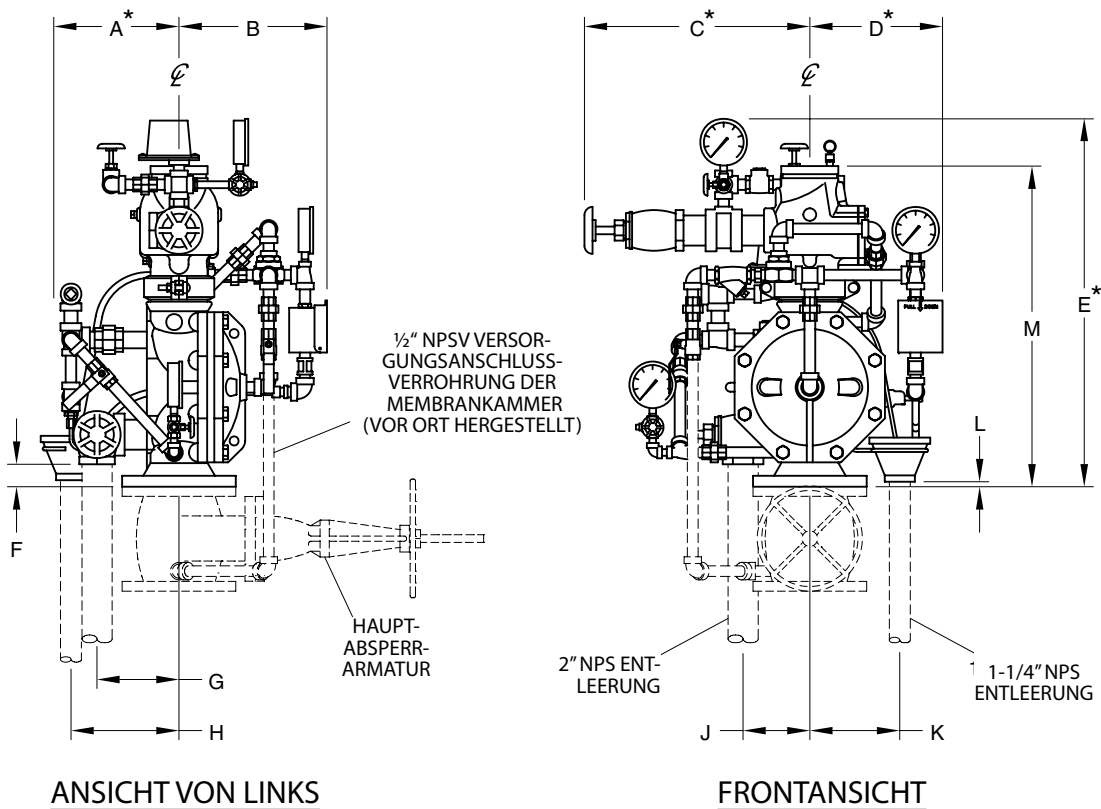

ABBILDUNG 3
Bei der überwachten, einfach verriegelten, vorgesteuerten Anlage mit elektrischer Anregerverrohrung wird die elektrische Auslösung des DV-5 Ventils durch ein Erkennungssystem, bestehend aus elektrischen Geräten, wie wärmempfindlichen Thermostaten, Rauchmeldern und/oder elektrischen Handauslösungen, angeregt. Informationen zu den verschiedenen Typen der separat zu bestellenden Magnetventile, die mit dieser Verrohrung verwendet werden können, finden sich im technischen Datenblatt TFP2180. Die nominalen Installationsmaße für die vorgesteuerte, überwachte, einfach verriegelte Anlage mit elektrischer Anregerverrohrung sind in Abb. 3 abgebildet.
Schritt 7: Regelventil der Membrankammerversorgung zur Einstellung des DV-5 Ventils (Abb. 3) an die Einlassseite der Anlagenhauptabsperrarmatur anschließen.